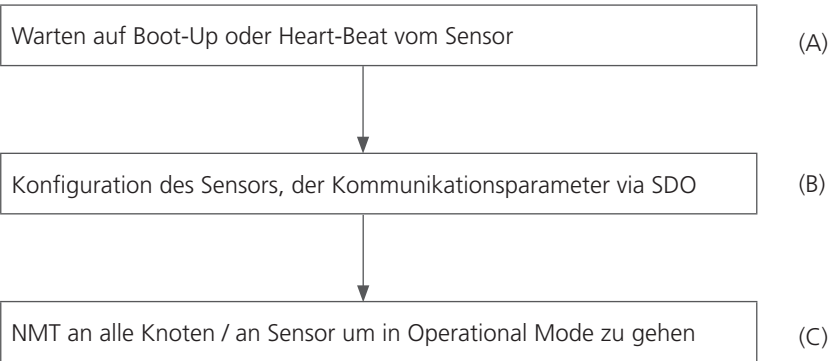

Abb. 26: CANopen Bus Initialisierungsprozess
- (A) Nach Anlegen des Stromes verschickt der Sensor eine Boot Up Nachricht innerhalb von ca. 5 Sekunden und sobald der Preoperational-Zustand erreicht ist. In diesem Zustand werden vom Sensor nur die Heartbeat-Nachrichten verschickt, falls er entsprechend konfiguriert ist (vgl. Punkt A Abb. 26).
- (B) Anschließend kann der Sensor über SDOs konfiguriert werden, in den meisten Fällen ist dies nicht notwendig, da die einmal eingestellten Kommunikationsparameter automatisch vom Sensor gespeichert werden (vgl. Punkt B Abb. 26).
- (C) Um den Sensor in den Operational-Zustand zu versetzen kann entweder eine entsprechende Nachricht an alle CANopen Teilnehmer oder speziell an den Sensor verschickt werden. Im Operational-Zustand verschickt der Sensor die unterstützten PDOs entsprechend seiner Konfiguration entweder in periodischen Zeitabständen oder auf Sync-Nachrichten getriggert (vgl. Punkt C Abb. 26).